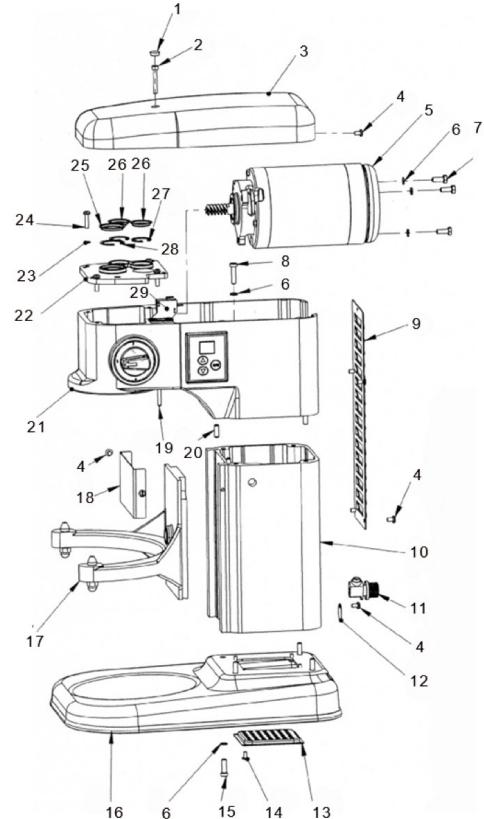

Figura 1: Corpul principal al mașinii
- Corpul principal al mașinii (Figura 1);
## Listă pieselor mașinii din Figura 1